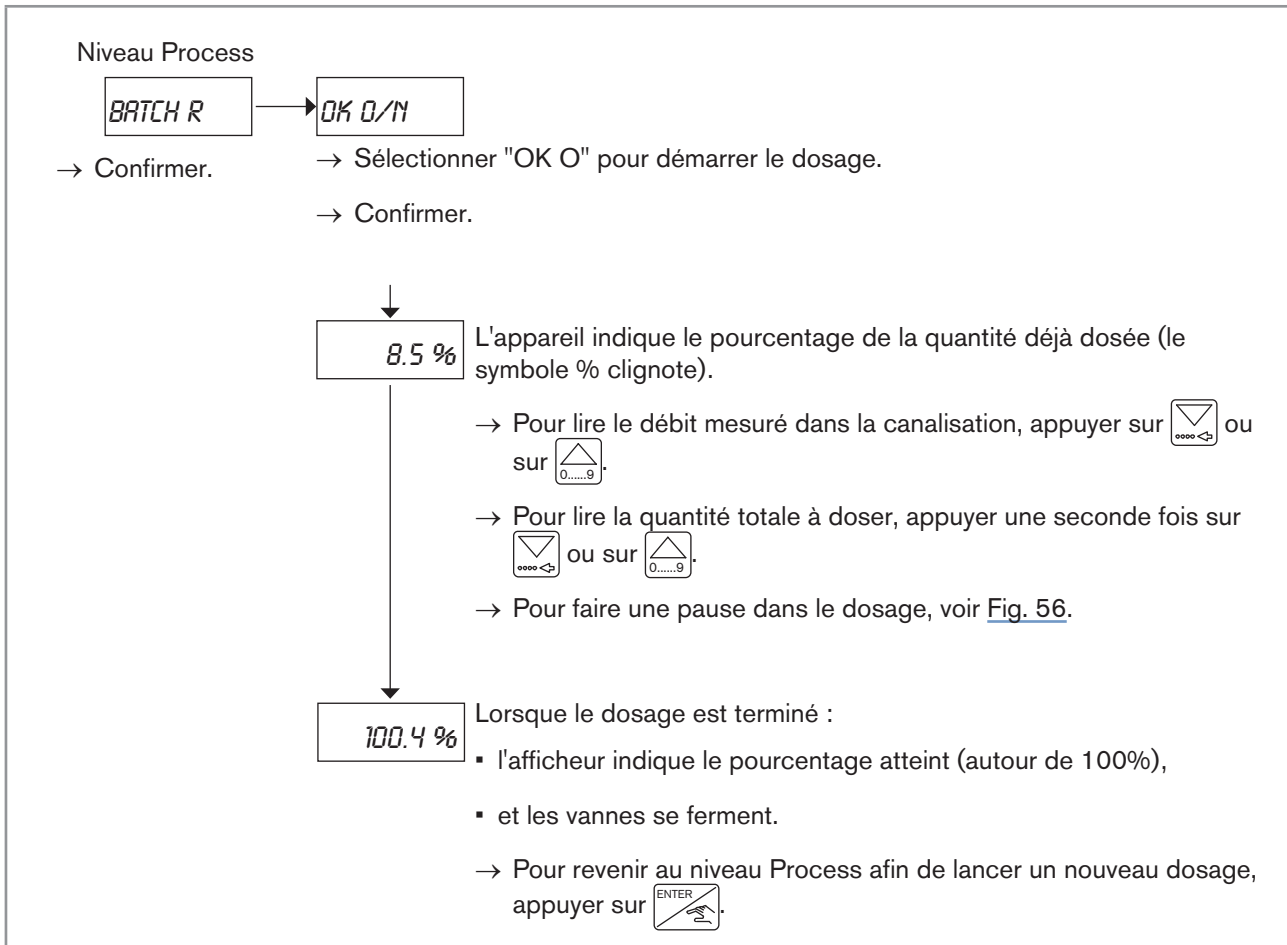

Fig. 55 : Réaliser un dosage, en mode de dosage "LOC. REP."
- Réaliser le dosage comme indiqué dans la Fig. 55.